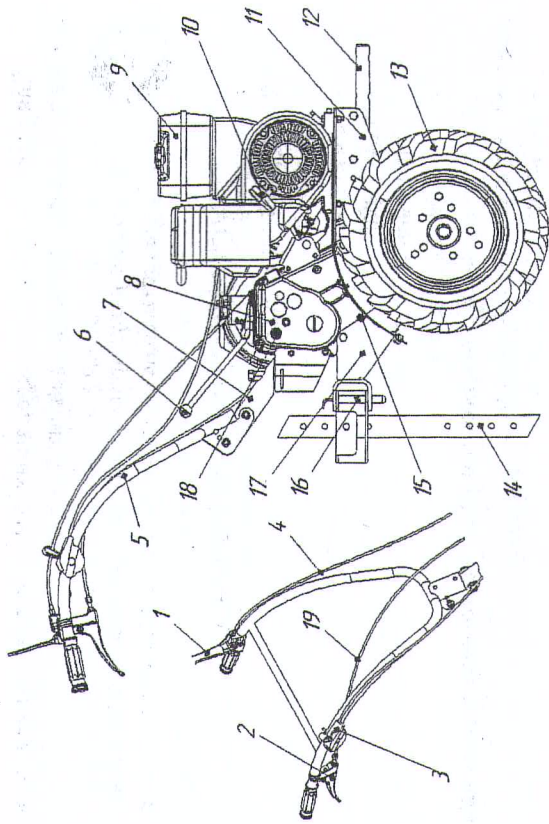

Рис.1. Общий вид мотоблока (вид справа)
МБ-23 (рис. 1, 2) состоит из:
**Рычаг переключения передач** (рис.1) – рукоятка рычага на редукторе выведена в сторону оператора.